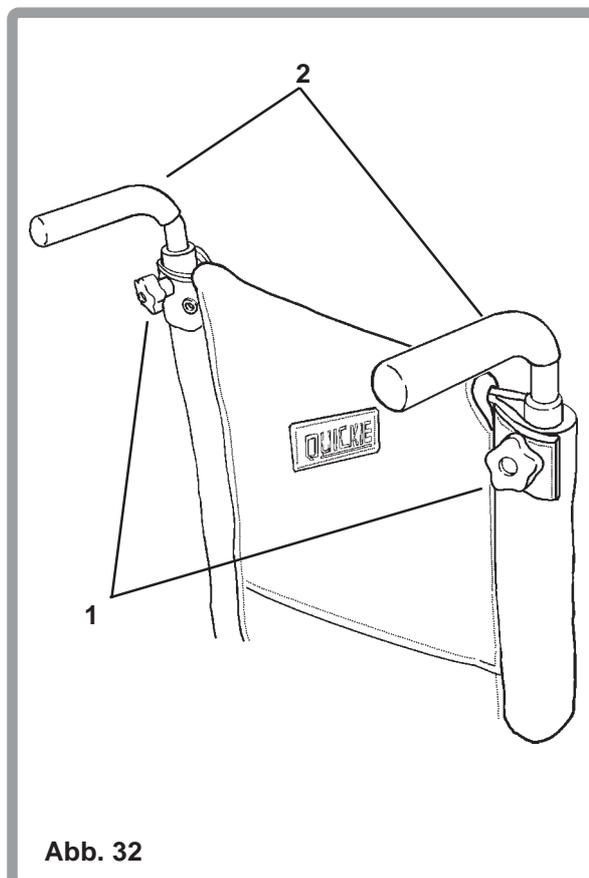

Abb. 32
Die Schiebegriffe können in der Höhe verstellt werden, indem Sie die beiden Knopfschrauben (1) lösen, die Schiebegriffe (2) in die gewünschte Position bringen und beide Knopfschrauben wieder festziehen (Abb. 32).